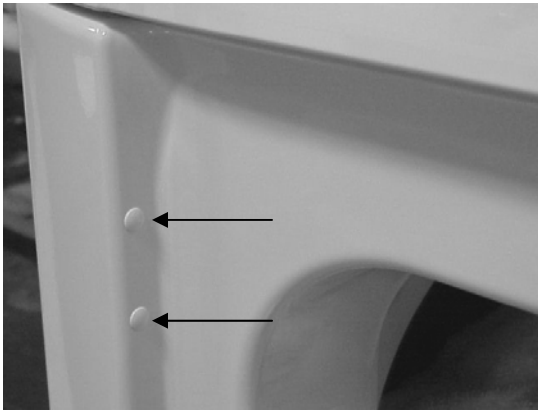

Figure 1
1. Ouvrez la Porte et enlevez les 4 bouchons d'en face où on trouve la charnière. Conservez toutes les pièces pour les utiliser postérieurement, à moins qu'on ne spécifie le contraire. (Figure 1). **Note:** Ayez des soins en enlevant les bouchons, pour ne pas abimer la peinture dans le Panneau Frontal.